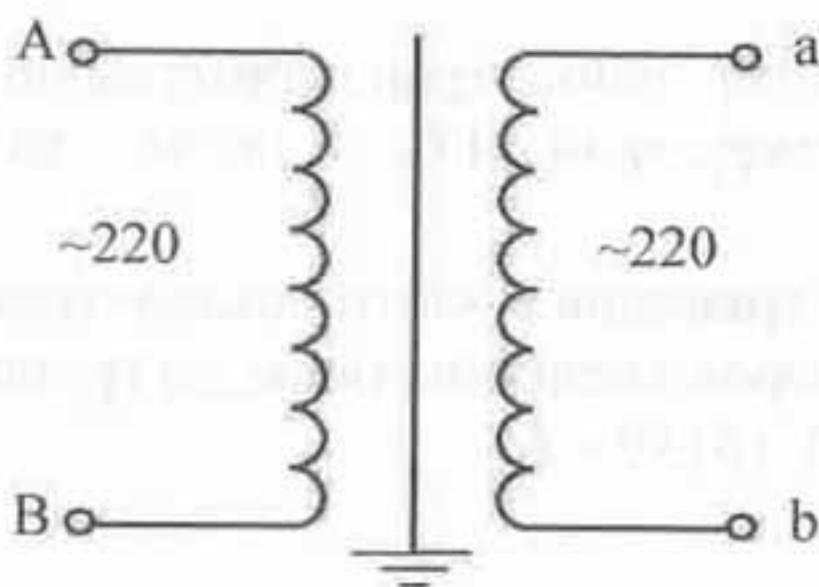

Рис. 1
4.3. Принципиальная схема и схема подключения трансформатора приведена на рис. 1.
6.2. Подключение трансформаторов к сети и к нагрузке производится в соответствии с рис. 1.